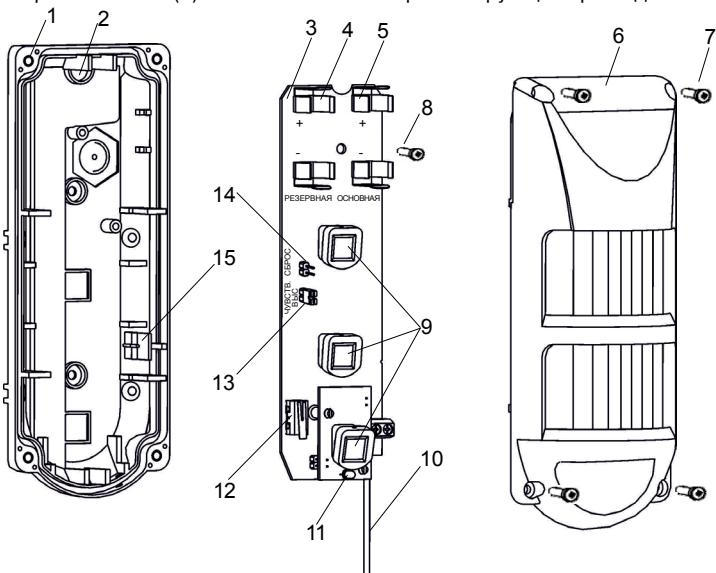

Рисунок 1 – Извещатель
Извещатель (рисунок 1) состоит из основания (1), печатной платы (3) и крышки (6). На печатной плате расположены держатели двух батарей CR123A – основной (5) и резервной (4), три ИК пироприемника (9), антenna (10), входит в комплект поставки, двухцветный световой индикатор (11), датчик вскрытия корпуса (12), перемычка и контакты ЧУВСТВ. ВЫС (13) и контакты СБРОС (14). Печатная плата фиксируется на основании защелкой (15) и винтом (8). Крышка (6) крепится к основанию (1) четырьмя винтами (7) с использованием герметизирующей прокладки.